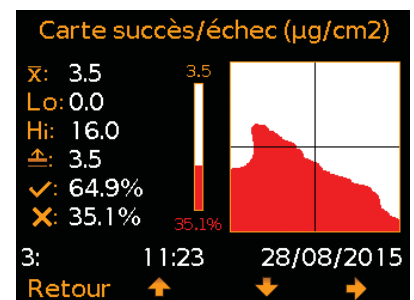

Fig. 18: Carte succès/échec
- 4) Carte succès/échec (Fig. 18)